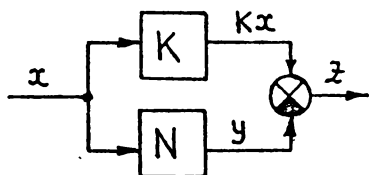

Рис.5
6. Настройте нелинейный блок по схеме рис. I при $U_1 = 0$, $U_2 = 2$, $U_3 = 5$. Предскажите результирующую статическую характеристику, если этот блок соединить параллельно с усилителем $K = 2,5$ по схеме рис. 5. Проверьте результат моделированием. Что будет, если усилитель и нелинейный блок поменять местами? Исследуйте влияние коэффициента усиления K на вид результирующей характеристики ($K = 1; 2,5; 5$).
7. Настройте нелинейный блок по рис. I при $U_1 = 2$, $U_2 = \infty$, $U_3 = \infty$, $t_{\Sigma} = 2,5$. Предскажите результат, если этот блок соединить параллельно с усилителем $K = 2,5$ по схеме рис. 5. Проверьте моделированием. Поменяйте местами усилитель и нелинейный блок, зарисуйте характеристику соединения. Исследуйте влияние коэффициента усиления K на зависимость $z(x)$ ($K = 1; 2,5; 5$).